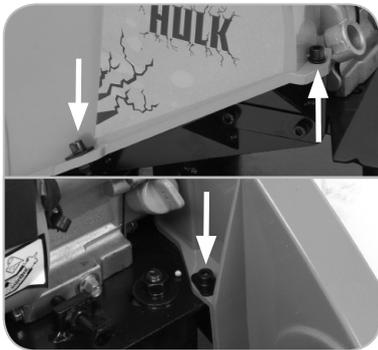
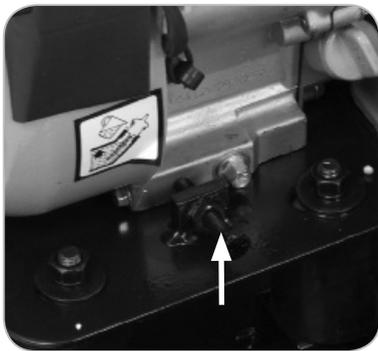

Fig. 16
Fig. 17
- Retire la guarda de protección de la correa retirando los tres (3) tornillos de cabeza hueca (**Fig. 16**) usando una llave hexagonal y una llave (no suministrada) y almacénela de forma segura para su uso futuro.
**Nota:** estos tres (3) tornillos de cabeza hueca tienen una posición específica. Anote la posición de cada uno de los tornillos y sus accesorios relacionados al retirarlos de la máquina para que se puedan volver a colocar en su posición original.
**Nota:** la unidad del motor de la Hulk se coloca sobre cuatro (4) ranuras en la placa de montaje del motor. Se colocan cuatro (4) pernos de montaje del motor a través de estas cuatro ranuras y se atornillan desde abajo en la base del bloque del cárter del motor. Esta disposición permite cambiar de posición el motor sobre la placa.
- Afloje los cuatro (4) pernos de cabeza hexagonal usando una llave adecuada (no suministrada).
- Deslice el motor hacia delante o hacia atrás para modificar la tensión de la correa de transmisión. Se proporciona un tornillo de ajuste (**Fig. 17**) en la parte delantera del motor para ayudar a colocar de forma precisa el motor.
- Sustituya la protección de la correa de transmisión y apriete de forma segura los tres (3) tornillos de cabeza hueca en sus posiciones originales.